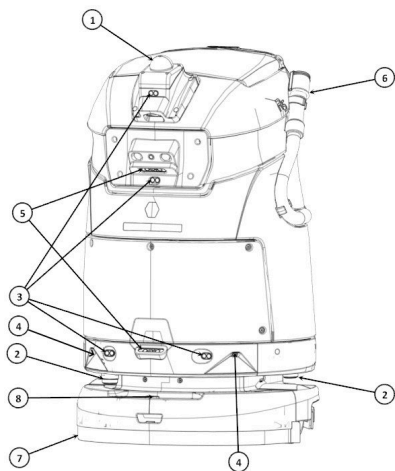

Figura 1
1. LiDAR 3D (Figura 1)
2. LiDAR 2D (Figura 1)
3. Sónar (Figura 1)
4. Sensor de tiempo de vuelo (Figura 1)
5. Cámara de profundidad (Figura 1)
6. Manguera de vaciado del depósito de recuperación (Figura 1)
7. Faldón delantero (Figura 1)
8. Seguro de la cubierta del cabezal de limpieza (Figura 1)